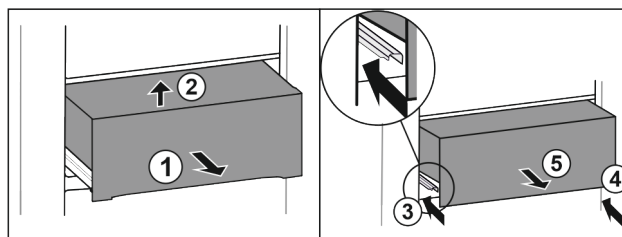

Fig. 24
- ▶ Wyciągnąć szufladę do połowy Fig. 24 (1).
- ▶ Unieść z przodu Fig. 24 (2).
- ▶ Wsunąć lewą szynę Fig. 24 (3).
- ▶ Wsunąć prawą szynę Fig. 24 (4).
- ▶ Wyjąć szufladę do przodu Fig. 24 (5).